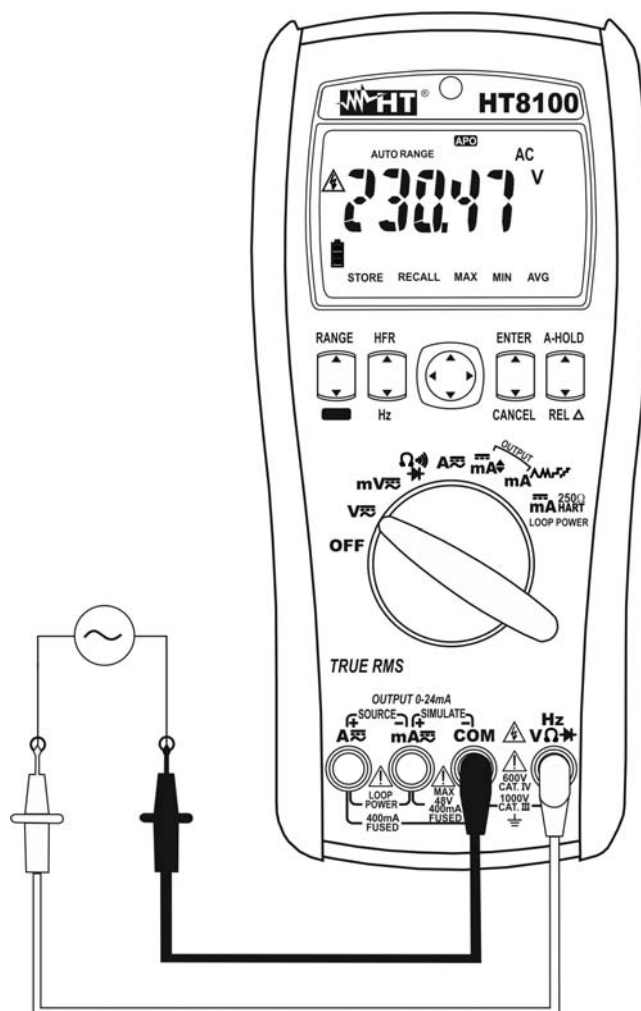

Fig. 3: Uso dello strumento per misura di Tensione AC
4. Inserire il cavo rosso nel terminale di ingresso **HfVΩ** e il cavo nero nel terminale di ingresso **COM** (vedere Fig. 3)